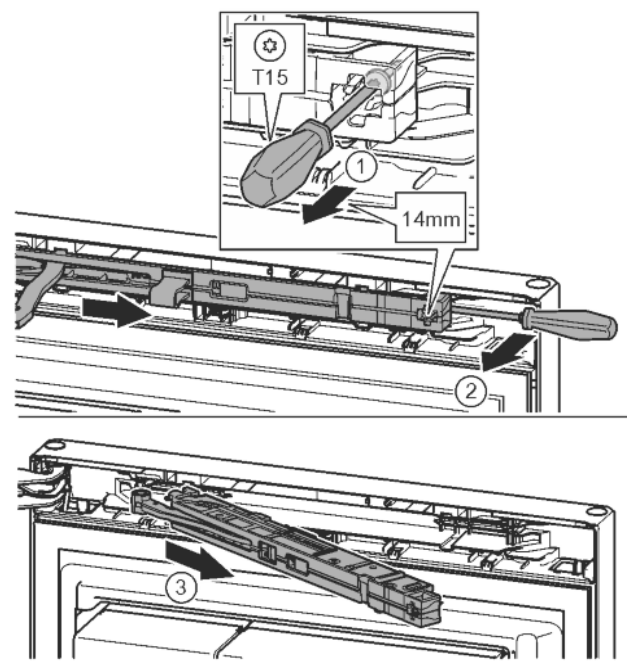

Fig. 15
- A záráscsillapító egységnél T15 csavarhúzóval kb. 14 mm-rel engedje ki a csavart. Fig. 15 (1)
- Egy csavarhúzóval nyúljon a markolat oldaláról a záráscsillapító egység mögé, és forgassa előre. Fig. 15 (2)
- Húzza ki a záráscsillapító egységet. Fig. 15 (3)